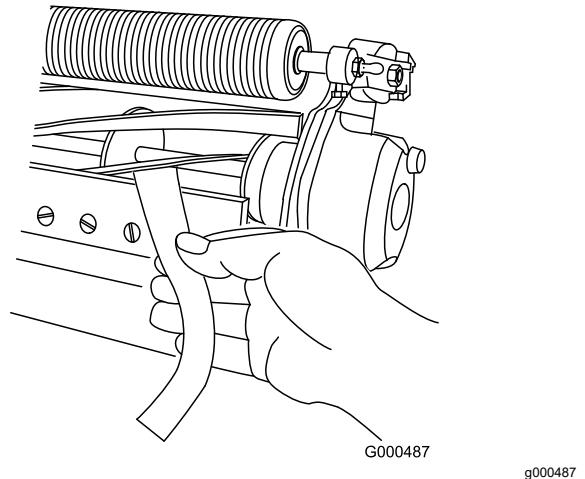

Bild 11
- B. Führen Sie einen langen Streifen des Schneidleistungspapiers senkrecht zum Untermesser (**Bild 11**) zwischen die Spindel und das Untermesser ein, drehen Sie die Spindel dann **langsam** nach vorne. Sie sollte das Papier zerschneiden. Wiederholen Sie
11. Führen Sie einen langen Streifen des Schneidleistungspapiers (Toro Teilenummer 125-5610) senkrecht zum Untermesser (**Bild 11**) zwischen die Spindel und das Untermesser ein, drehen Sie die Spindel dann **langsam** nach vorne. Sie sollte das Papier zerschneiden. Drehen Sie sonst jede Einstellschraube des Untermessers um einen Klick nach rechts und wiederholen Sie diesen Schritt, bis das Papier zerschnitten wird.